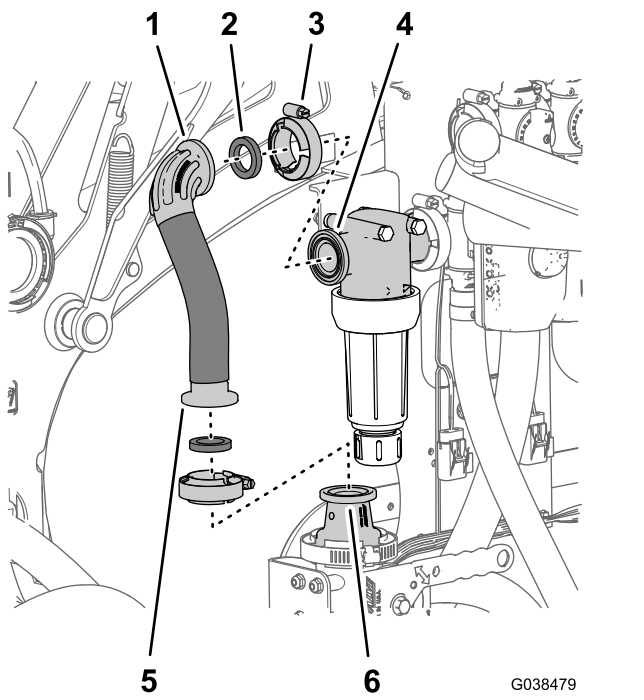

Рисунок 76
1. Совместите прямой штуцер типа «елочка» верхнего шланга подачи (2,5 x 22 см) и прокладку (25 x 35 мм) с фланцем переходника на отсечном клапане эдуктора (Рисунок 76).
2. Закрепите, не затягивая, шланг на переходнике (Рисунок 76) с помощью фланцевого хомута размером от 40 до 64 мм.
3. Совместите прямоугольное фланцевое колено верхнего шланга подачи и прокладку с фланцем головки фильтра (Рисунок 76).
4. Прикрепите прямоугольное фланцевое колено к головке фильтра (Рисунок 76) с помощью фланцевого хомута размером от 40 до 64 мм.